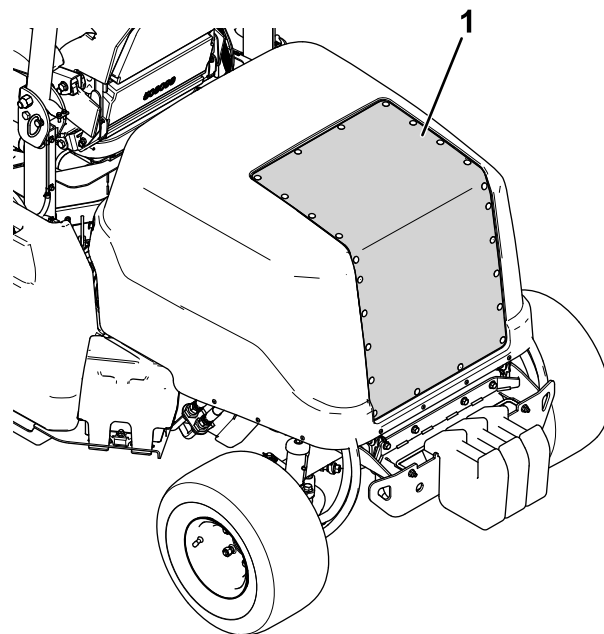

図 68
2. 圧縮空気を使用してフードの吸気スクリーン 図 68 を清掃する。機体内部から外部にむかってエアを吹き付ける。